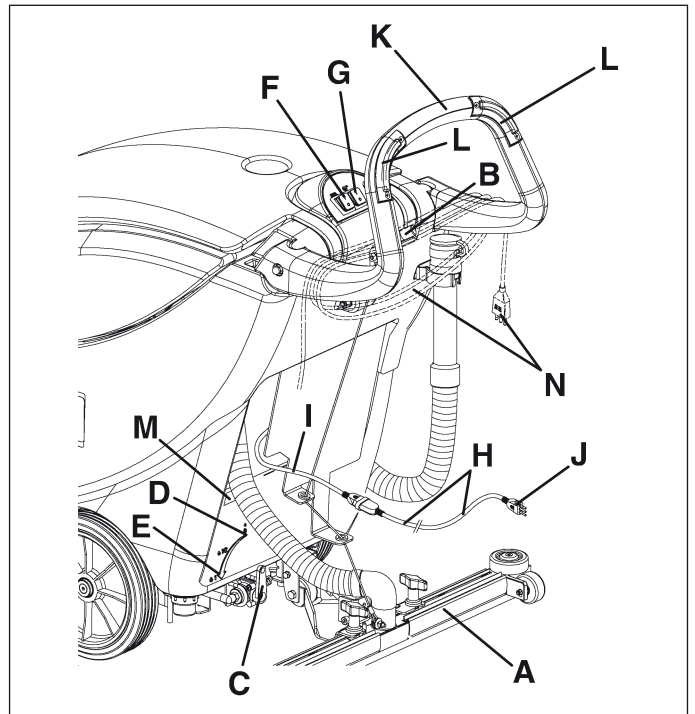

Figure 8
Conectar la extensión en dotación (H, Fig. 8) al cable de alimentación (I). Conectar el enchufe (J) de la extensión a la red eléctrica.
Antes de conectar la máquina a la red eléctrica, asegurarse de que la frecuencia y la tensión indicadas en la placa del número de serie y de los datos técnicos (M, Fig. 8) coincidan con la tensión de la red.
3. Bajar la boquilla (A, Fig. 8) empujando la palanca (B) hacia abajo.
4. Colocar la palanca de ajuste de flujo de la solución detergente (C, Fig. 8) en una de las siguientes posiciones posibles, según el tipo de lavado de efectuar:
- **Sistema ECO:** llevando la palanca (C, Fig. 8) en la posición "ECO" (D), la máquina trabaja en una condición particular (economy) de utilización programada del agua; en efecto con un flujo predeterminado y constante, la máquina puede trabajar con una autonomía de lavado de 70-80 minutos [0.08 galones/min (0.3 litros/min)].
- **Sistema variable:** girando la palanca hacia la izquierda en la parte relacionada con el flujo variable, es posible aumentar el flujo hasta una capacidad máxima de 0.26 galones/min (1 litro/min), en correspondencia de la posición (E, Fig 8).
5. Poner los interruptores (F y G, Fig. 8) en posición "I".
6. Con las manos sobre el manillar (K, Fig. 8), poner en marcha la máquina apretando uno o ambos los interruptores de consenso (L).
7. Soltar los interruptores (L, Fig. 8).
8. Poner los interruptores (F y G, Fig. 8) en posición "0".
9. Desconectar el enchufe (J) del cable de alimentación de la red eléctrica. Si necesario, envolver el cable de alimentación (H, Fig. 8) alrededor del manillar en posición (N).
10. Levantar la boquilla empujando la palanca hacia arriba hasta el tope (B, Fig. 8).